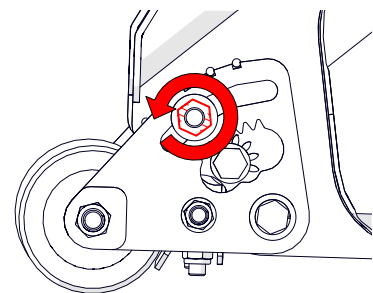

Abb. 9D – Obere Klemmmutter des Walzenquadranten lösen
6. Die obere Klemmmutter des Walzenquadranten lösen [19-mm-Schlüssel] (Abb. 9D). Für den gegenüberliegenden Quadranten wiederholen.